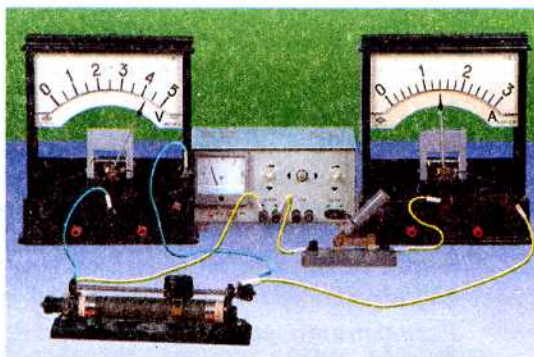

Рис. 3
5. Накресліть схему електричного кола, зображеного на рис. 3. За показами електровимірювальних приладів обчисліть опір увімкненої частини реостата. Як зміняться отримане вами значення та покази приладів, якщо повзунок реостата пересунути праворуч?